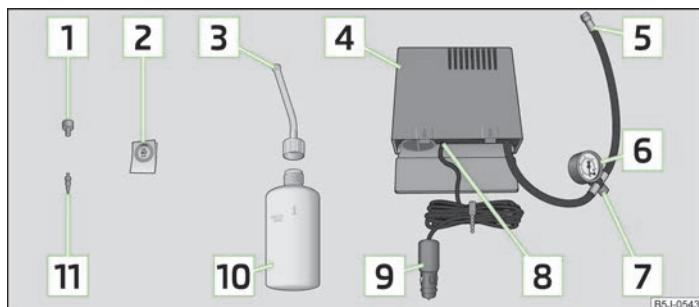

Fig. 134 Componentele setului
- › Lipiți autocolantul [2] » fig. 134 la pagina 161 pe planșa de bord, în câmpul vizual al șoferului.
- › Scuturați de câteva ori bine recipientul de umplere a anvelopei [10] » fig. 134 la pagina 161.
- › Înșurubați bine furtunul de presiune [5] » fig. 134 la pagina 161 al compresorului de aer pe ventilul anvelopei.